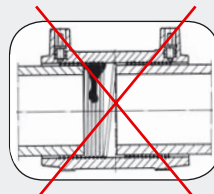

рис. 2
- 5** После очистки и обезжиривания, концы труб вставить в муфту (до внутренних упоров), одновременно сверяя глубину ввода с предварительно нанесёнными на концах трубы знаками. Подготовленные к сварке соединения должны быть уложены так, чтобы в них не было напряжений. Подготовленным таким образом соединениям необходимо придать жесткость при помощи приспособления, предупреждающего перемещение в процессе сварки и остывания. Перемещения или напряжения в местах сварки могут привести к недопустимому вытеканию материала и дефекту соединения (рис. 2).